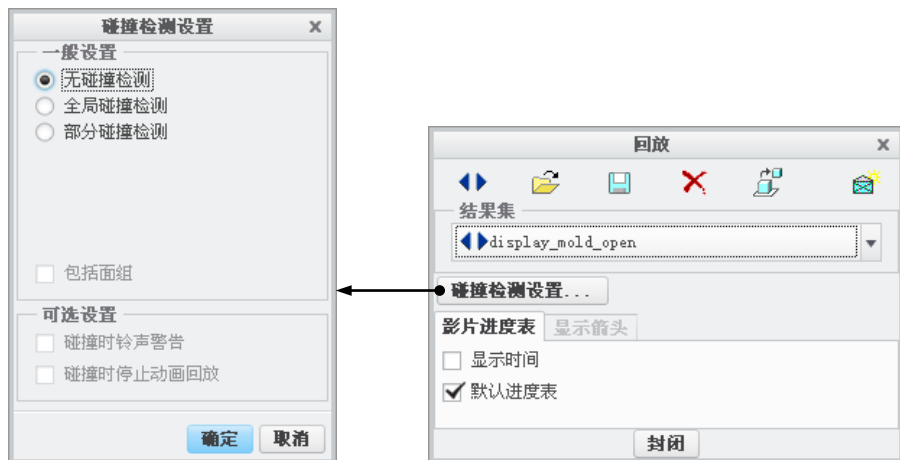

图 10.2.28 “回放”对话框
Step8. 回放动画。单击 **动画** 功能选项卡 **回放** 区域中的“回放”按钮 ，系统弹出图 10.2.28 所示的“回放”对话框。